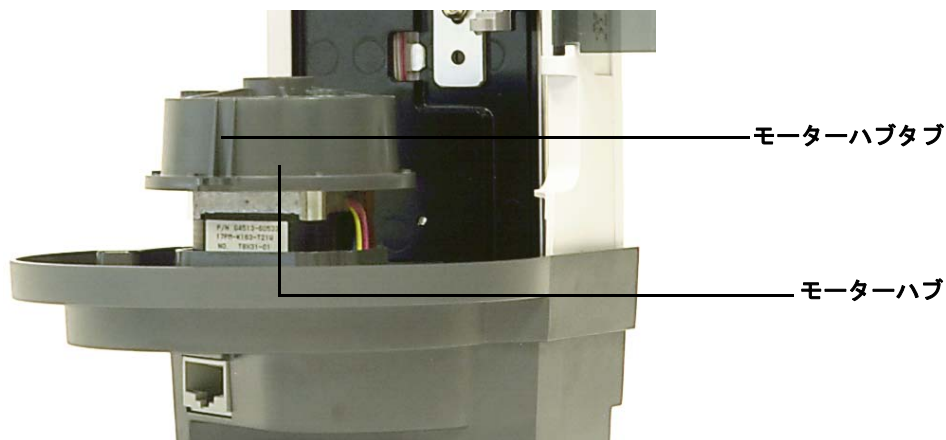

図 137 外側を向いたモーターハブのタブ
- 9 モーターハブを回転させて、モーターハブのタブが外側を向くようにします (図 137)。